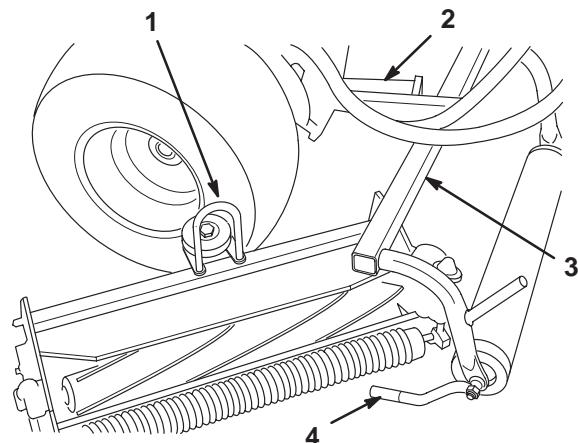

Figure 8
- Poussez les plateaux de coupe sous les bâts de traction et placez l'anneau situé en haut des plateaux sur les bras de relevage (Fig. 8).